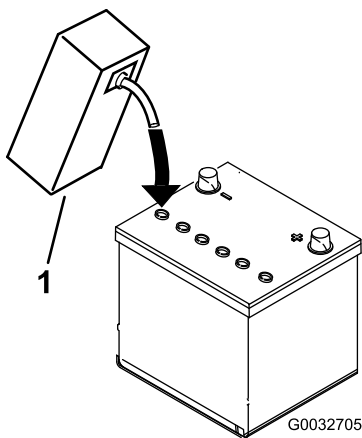

図 7
4. 電極板が液を吸収するまで20-30分間程度待つ。必要に応じて、電極板が6 mm程度水没するぐらいに電解液を補充する 図 7。